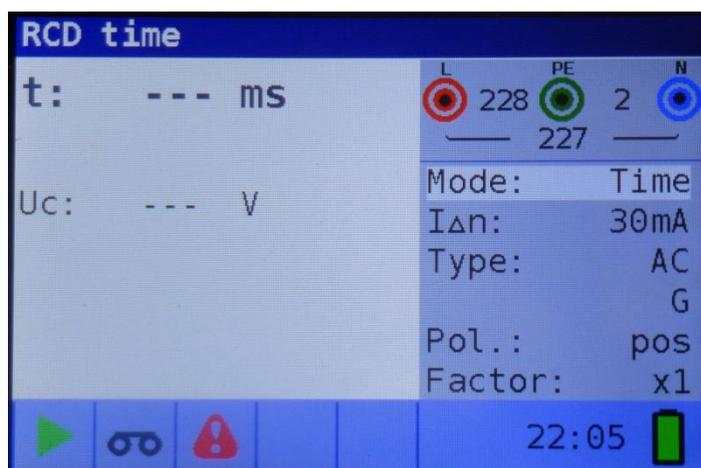

Figura 5-15: Menú de medición del tiempo de desconexión
**Paso 3** Conecte los cables de prueba al instrumento y siga el diagrama de conexión mostrado en la figura 5.15 para realizar la medición de la tensión de contacto.
**Paso 3** Conecte los cables al aparato y siga el esquema de conexión de la figura 5.15 (véase el capítulo 5.3.6 *Tensión de contacto*) para realizar la medición del tiempo de desconexión.
**Paso 3** Conecte los cables de prueba al instrumento y siga el diagrama de conexión mostrado en la figura 5.15 (véase el capítulo 5.3.6 *Tensión de contacto*) para realizar mediciones de corriente de disparo.
**Paso 3** Conecte los cables de prueba al instrumento y siga el diagrama de conexión mostrado en la figura 5.15 (consulte también el capítulo 5.3.6 *Tensión de contacto*) para realizar la autoprueba RCD.